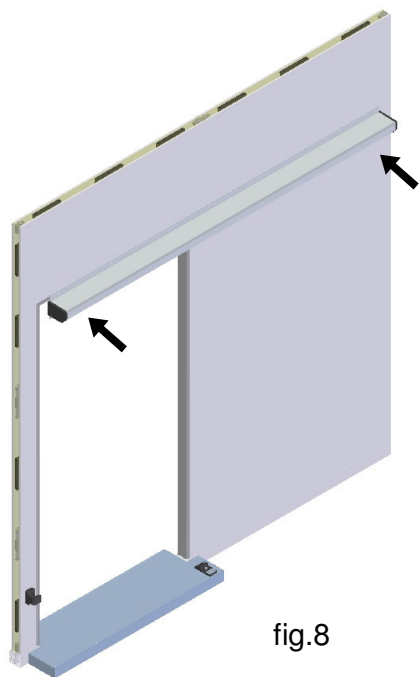

fig.8
- **Montage der oberen Schiene (Abb. 8)**